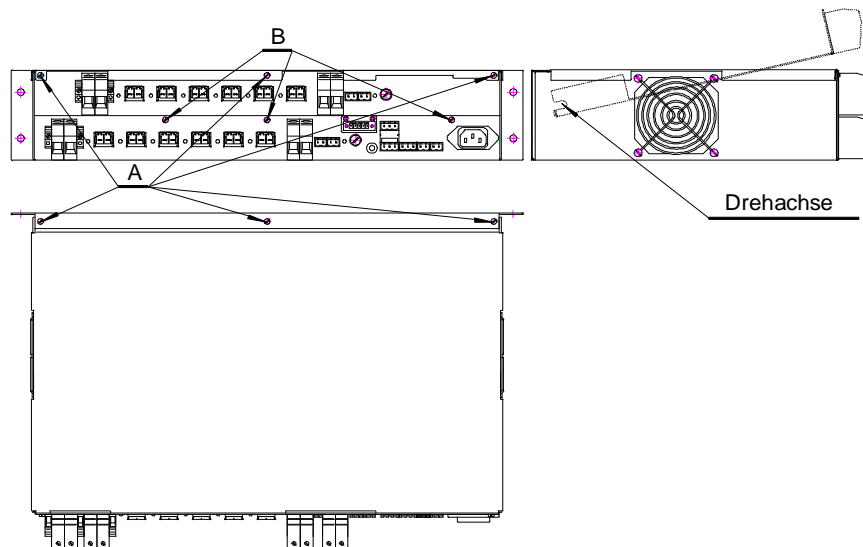

Abb. 12. Zugang zu Sicherungen in einer Notstromversorgung ZDSO400-ER4 mit einer Höhe von 2 HE.
Eine Notstromversorgung ZDSO400-ER4 mit einer Höhe von 2 HE Abb.12 verfügt über zwei Leiterplatten mit Sicherungen - die oberen und unteren Sicherungen. Um die oberen Sicherungen zu erreichen, sind die Schrauben zur Befestigung der oberen Abdeckung (A) abzuschrauben. Um die unteren Sicherungen zu erreichen, sind zusätzlich die Schrauben (B) abzuschrauben und die auf diese Art und Weise freigelegte Leiterplatte der oberen Sicherungen zu heben.